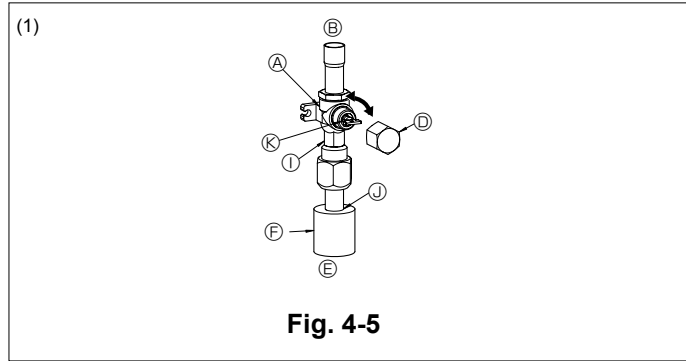

Fig. 4-5
- Vérifier que les vannes d'arrêt (A) et (B) sont fermées et ne pas les ouvrir.
- Ajouter de la pression dans les tuyaux de réfrigérant par l'orifice de service (C) de la vanne d'arrêt de liquide (D).
- Si la pression diminue à l'étape (2) ou (3), il y a une fuite de gaz. Rechercher l'origine de la fuite de gaz.
- Côté gaz de A24-A42 (Fig. 4-5)